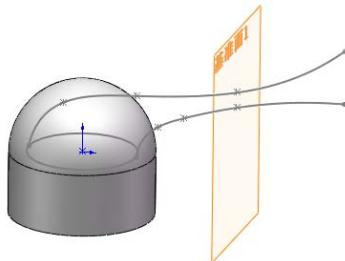

图 6-92 添加基准面后的图形
**18** 设置视图方向。单击“前导视图”工具栏中的“等轴测”图标，将视图以等轴测方向显示，结果如图 6-92 所示。